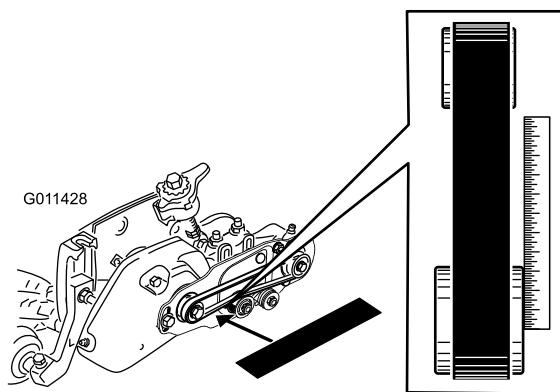

Bild 35
- Legen Sie eine Abziehlatte um die Außenseite der **Antriebs­spannscheibe** (Bild 35).